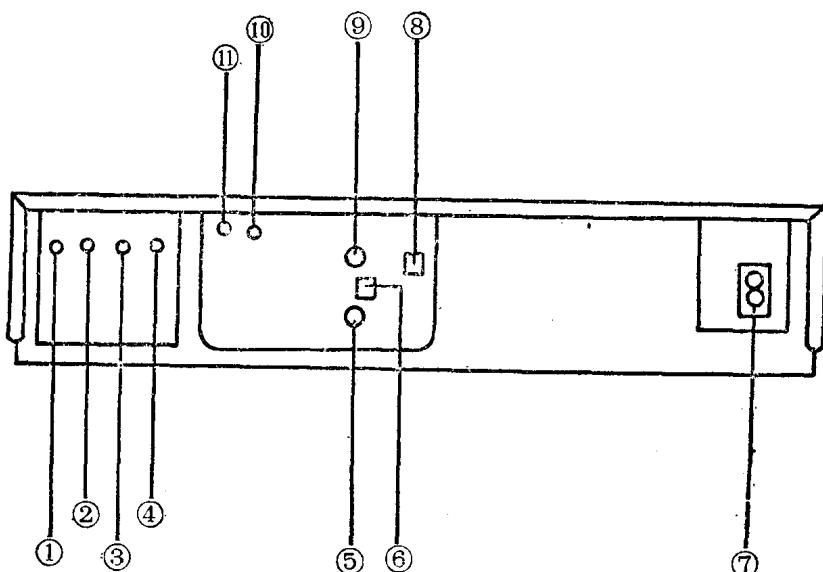
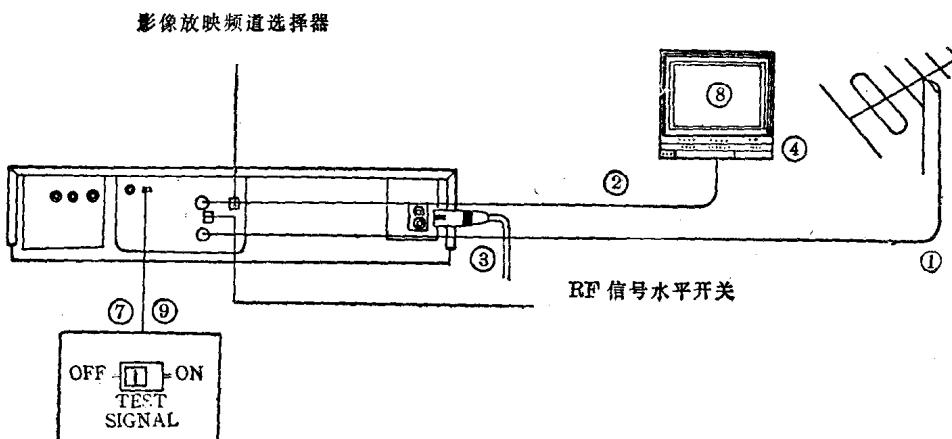

图 1-1-2 录像机后面板部件(NV-G33)
图1-1-4 射频收录连接
录像机记录对象有严格规定,线路输入录像是指输入信号为复合彩色视频信号,幅度为1V_{P-P},输入阻抗为75Ω,音频为线路音频信号,幅度为0dB,阻入阻抗600Ω,分别单独接到后面板(少数在前面板,例如NV-7500)的BNC视频输入(VIDEO IN)和音频(AUDIO IN)插座上。各插座位置见图 1-1-2 所示。
(1) 如果选用无定时功能的录像机，那么一般来说也无高频调谐器，这样一定要用收监两用监视器，从它的接收解调为彩色复合视频信号输出端，以线路形式接到录像机线路输入端，这一点与上述线路录像相同，不再重复。
(2) 从录像机本身调谐器收录电视广播节目。这种录像方式是家用录像机最重要的一种方法。在按上述重放输出的射频输出连接好后，打开电视机调好，作为收录的监看之用。不管收录哪一种频道节目，监看端的连接总是可以按线路录像监看连接法使用。
① 输入连接 这种方式的输入采用电视接收天线，把接收到的射频信号馈入录像机的RF输入端，如图1-1-2的第⑤号插座。它的连接方法如图1-1-4所示。